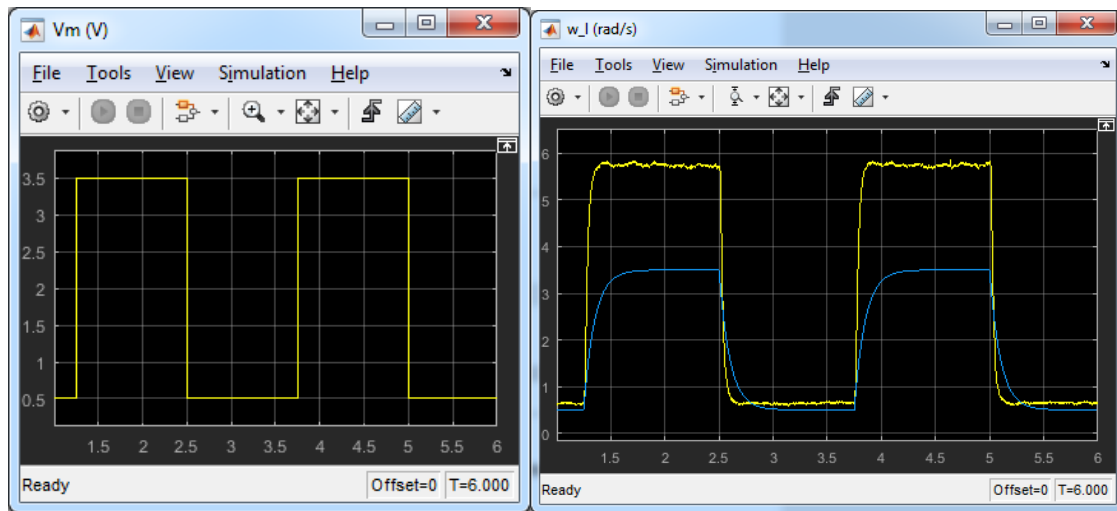

Figura 2. Entrada (izquierda) y Salida real y simulada en azul (derecha)
3. Abrir y visualizar los gráficos (*plots*) de velocidad **w\_1** (rad/s) y tensión de entrada del servomotor, **Vm** (V).
5. Ejecutar el diagrama (botón *Run*) durante 6 segundos de simulación. Los engranajes del servomotor deben girar en la misma dirección y alternando entre velocidades bajas y altas. Se deben generar gráficas similares a las mostradas en la Figura 2.
(a) Proceder como en la sección S2.2 e implementar un *script* (llamado ejercicio1) en MATLAB que genere un gráfico con la respuesta del sistema junto con la simulada (ver Figura 2). La velocidad de salida del motor se guardará en el *workspace* de Matlab en la variable **w\_1**.